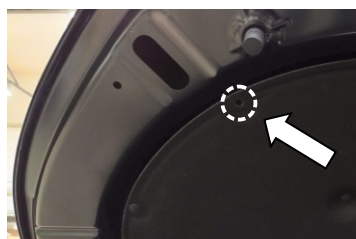

Рис.1
1. Демонтировать пистон крепления обшивки капота (Рис.1).